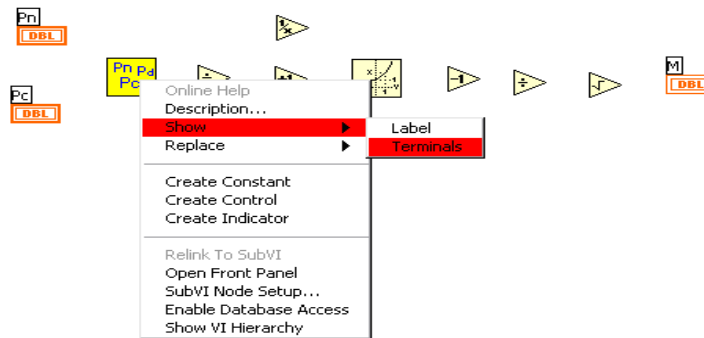

Рисунок 3.12 - Вызов меню свойств объекта
10. Щелкнув правой кнопкой мыши на субВП “PcPn.VI”, вызвать меню свойств объекта, в нем последовательно выбрать “Show” («Показать») и “Terminals» («Терминалы») (рисунок 3.12).